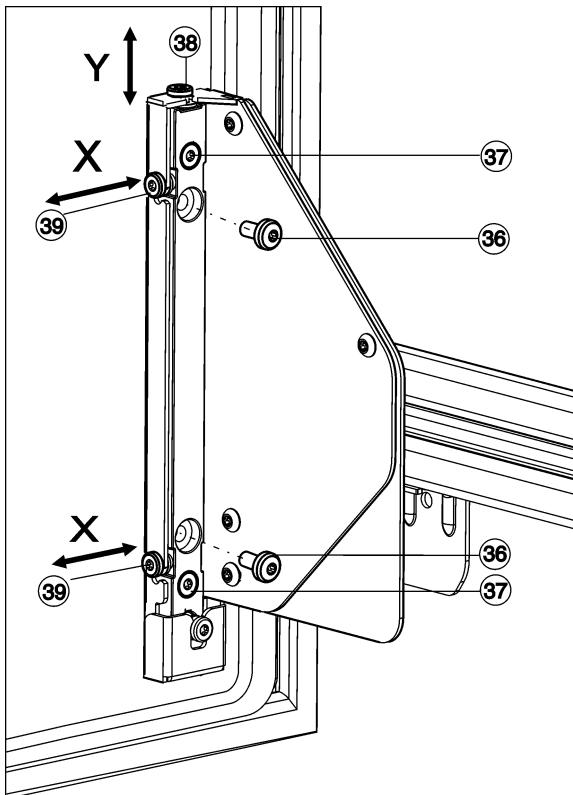

Fig. 27
- Полностью выкрутите винты Fig. 27 (36).
► Винты Fig. 27 (36) можно утилизировать, они больше не понадобятся.
► Отпустите винты Fig. 27 (37) только на 1-2 оборота.
► Вращайте регулировочный винт (38). По часовой стрелке: дверь сдвигается макс. на 4 мм вверх. Против часовой стрелки: дверь сдвигается макс. на 2 мм вниз.
► Снова затяните все винты Fig. 27 (37).
- Если винты Fig. 27 (36) еще имеются, то выкрутите их полностью.
► Отрегулируйте установочные винты Fig. 27 (39) в зависимости от требуемого бокового направления юстировки.
► После окончания боковой юстировки снова прочно затяните винты Fig. 27 (37).